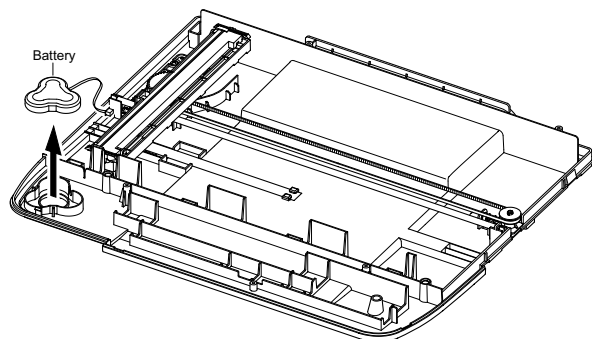

Рисунок 2
5. Снимите батарейку, рисунок 2.